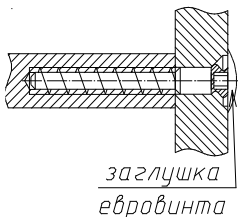
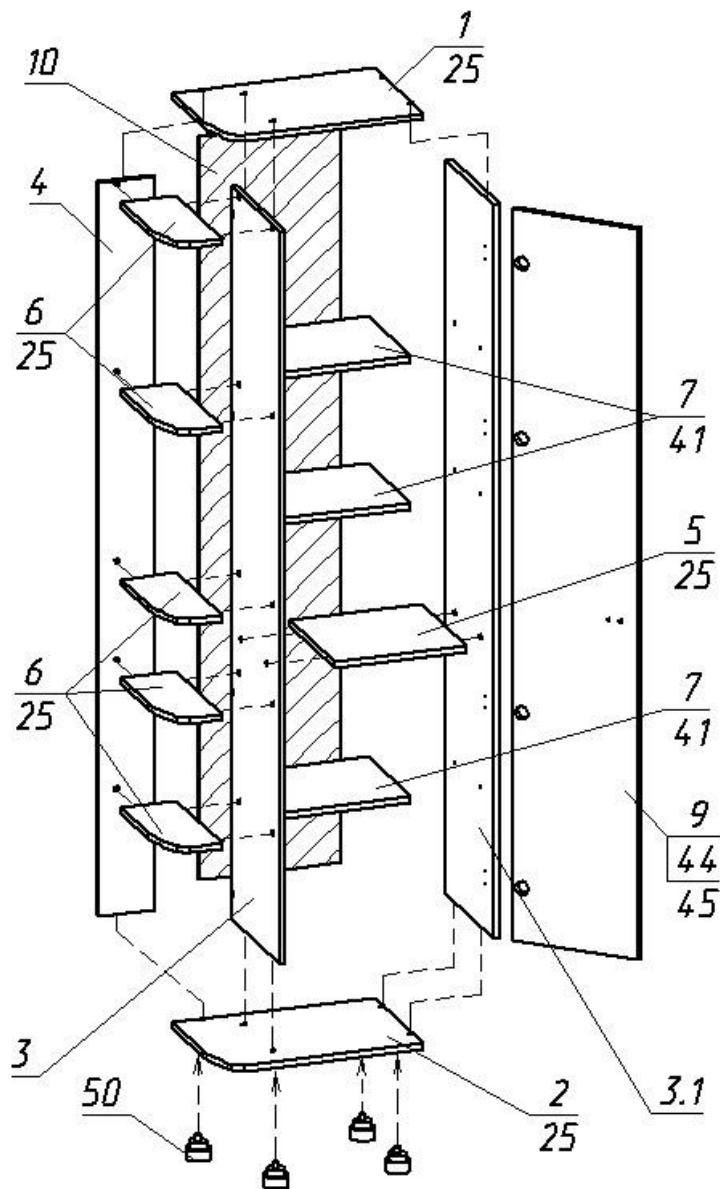

Рис.1
Рис.2
1. Собрать каркас стеллажа по прилагаемой схеме сборки (рис.2) с помощью евровинтов (рис.1).